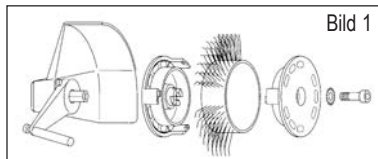
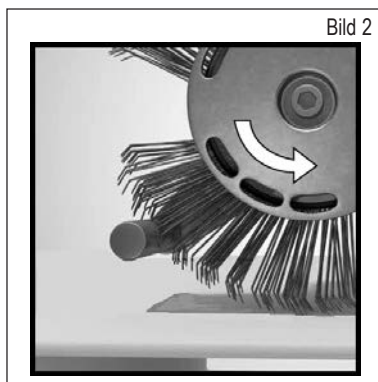

Bild 1
Bild 2
3. Avbryt tryckluftsförsörjningen och fäst sedan *Bristle Blaster®* blästerverktyget 23 mm resp. 11 mm på föreskrivet sätt i verktygsfästet (beakta avsedd löpriktning) med den härför avsedda solfjäderbrickan och skruven på elverket. Se bild 1 och bild 2.
- Roterar Bristle Blaster® blästerverktyget åt fel håll? – Vänd på blästerverktyget så att det roterar åt föreskrivet håll (se kapitel 7, Ta verktyget i drift, bild 2).